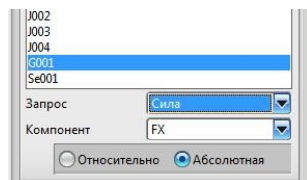
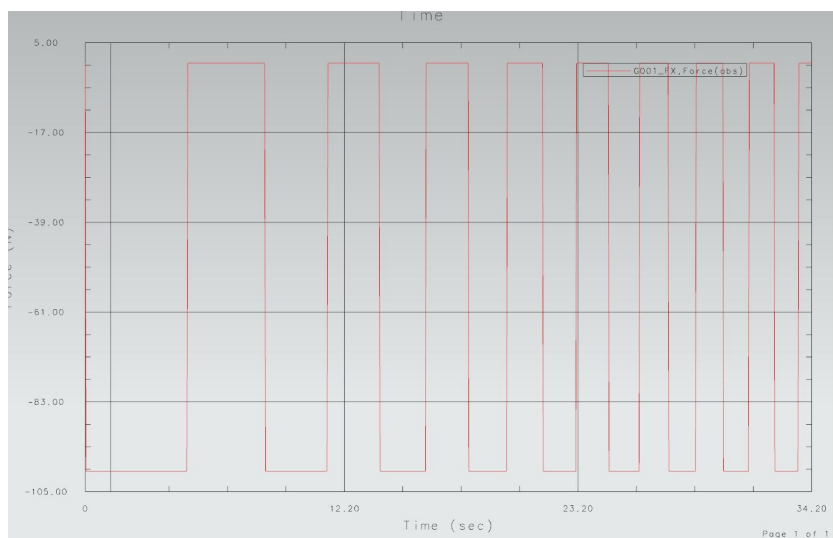

рис.125
рис.126
- После анимации механизма можно проверить график нашей силы, действующей на поршень. На рис.126 показан график этой силы – она толкает поршень только в нужные моменты времени. Этот график строится так, как показано на рис.125.